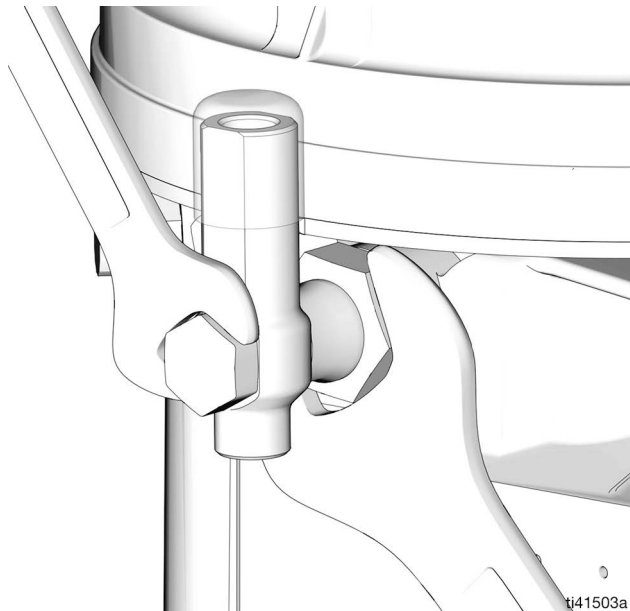

FIG. 21
1. Desserrer le raccord d'élément de pompe à l'aide de deux clés travaillant dans des directions opposées (FIG. 21).
3. Serrer le raccord d'élément de pompe à l'aide de deux clés travaillant dans des directions opposées (voir FIG. 21).